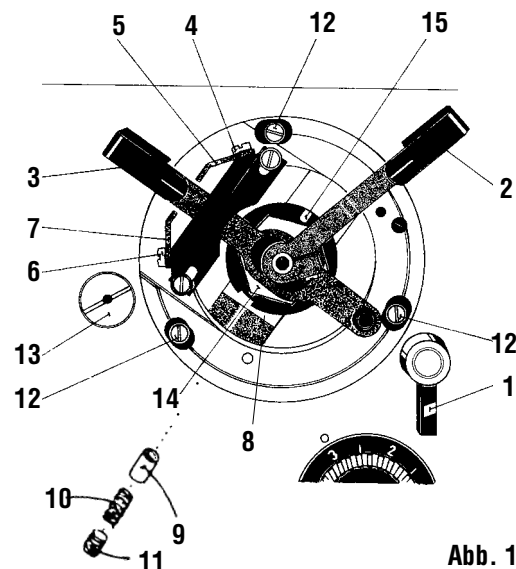
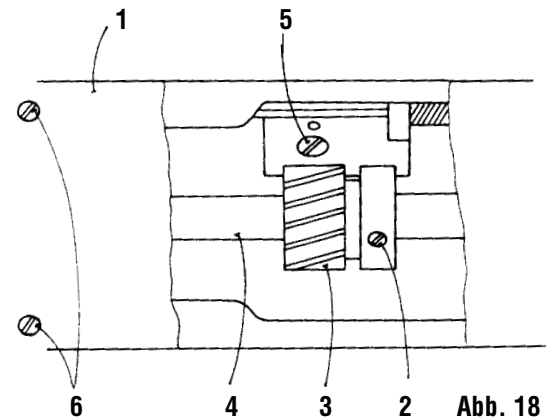

Abb. 17
Abb. 18
17. Einstellung des Zickzackstichmechanismus für die rechte und linke Lage (Abb. 17)
18. Einstellung der Verschiebung des Zickzackstiches (Fig. 18)
19. Einstellung der Betätigungskraft der stufenlosen Einrichtung des Zickzackstiches (Abb. 17, 19)
20. Einstellung der Betätigungskraft der stufenlosen Einrichtung der Zickzackstichlage (Abb. 17, 19).
21. Ausgleich des Zahnspieles im Getriebe des Zickzackstiches (Abb. 17, 18)
Zum Ausgleich des Zahnspieles im Getriebe des Zickzackstiches dient der Exzenterzapfen (13, Abb. 17). Wenn wir dieses Spiel ändern wollen, müssen wir zuerst den oberen Deckel (1, Abb. 18) nach dem Ausschrauben von vier Befestigungsschrauben (6, Abb. 18) demontieren. Nach der Lockerung der Schraube (5, Abb. 18), die im Anguß im Raum des Armes angebracht ist, wird man durch das Verdrehen des Exzenterzapfens (13, Abb. 17) den Ausgleich des minimalen Zahnspieles im Antrieb des Zickzackstiches, d.h. zwischen dem Zahnrad auf dem Nocken komplett und dem Zahnrad (3, Abb. 18) auf der Oberwelle vornehmen. Die eingestellte Lage durch das tüchtige Nachziehen der Schraube (5, Abb. 18) sichern.